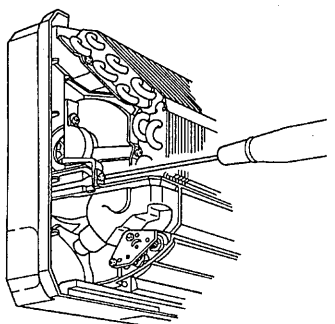

図1.
(1) グリル固定ビス(2本) をプラスドライバーを使って外し、グリルを外します。
(2) 室内ユニット左側にあるドレンパン固定ビスを外します。(図1.)